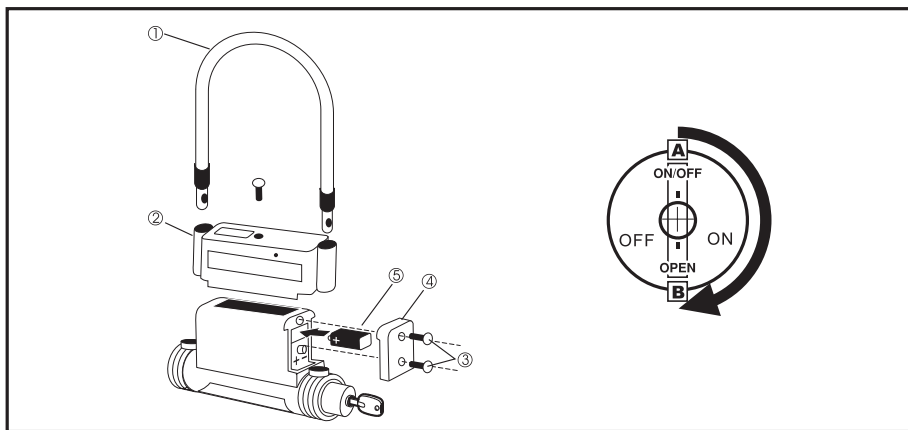

Рис.4
Вытащите U-образную скобу (1). Рис.4